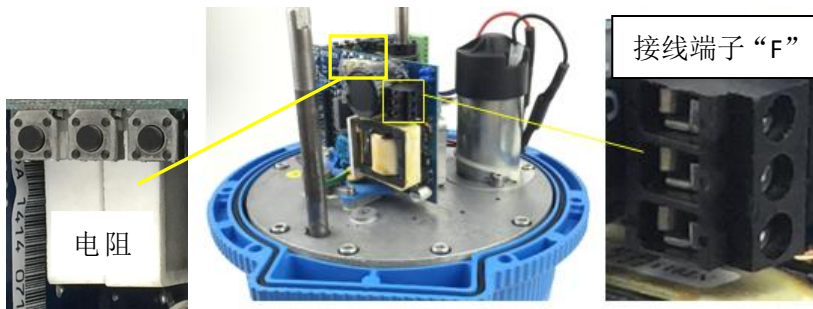

图 4. 高压电源板，接线端子“F”
4.4 型号 100-240VAC50/60HzC 接线（图 4）
4.6 加热电阻（图 4）